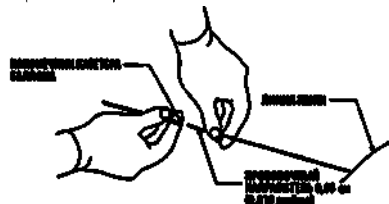

Рис. 17
- Введите проволочный направлятель 0,05 см (0,018 дюйма) через внутренний просвет. (См. рис. 17.) Продвигайте баллонный катетер по проволочному направлятелю до выхода направлятеля из лазерного канюля. Оператор должен постоянно контролировать проволочный направлятель.